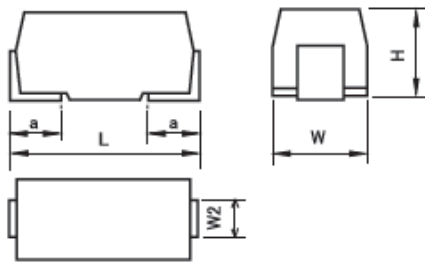
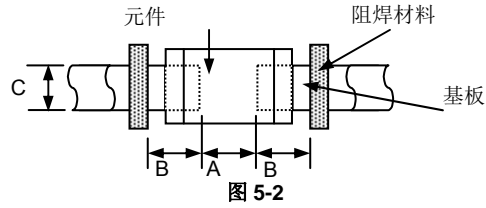

图 5-1
图 5-2
- 1) 尺寸和 PCB 焊盘: 见图 5-1, 图 5-2 和表 5-1。